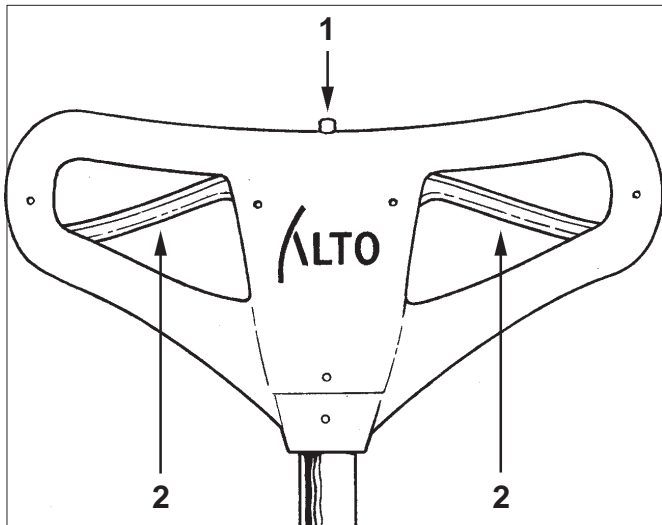

Figure 5
The switch to start and stop the machine is activated by the interlock (1) and the levers (2) under the handle grips. See Figure 5.
3. Push the interlock switch (1), and apply pressure to one of the levers (2). See Figure 5.
L'interrupteur marche/arrêt est activé par le verrou de sécurité (1) et les leviers (2) situés sous les manchons de la poignée. Voir figure 5.
3. Enfoncer le bouton du verrouillage de sécurité (1) et presser un des leviers (2). Voir figure 5.